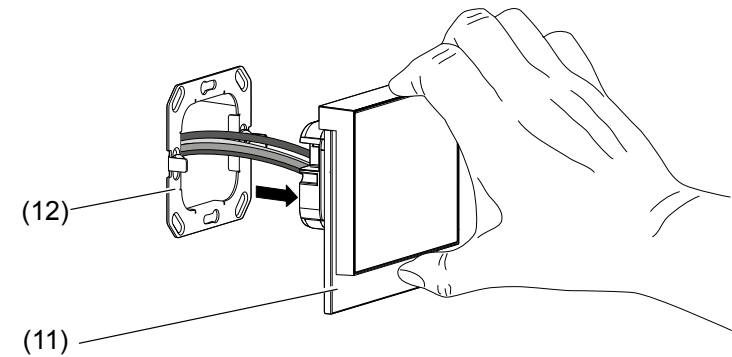

Figura 12: smontaggio
- Estrarre l'apparecchio dalla scatola da incasso (figura 12).
- i** La forza di tenuta delle molle di serraggio (16) deve essere superata.
- Premere leggermente verso l'interno gli elementi di fissaggio per la cornice design (15) ed estrarre la cornice design.